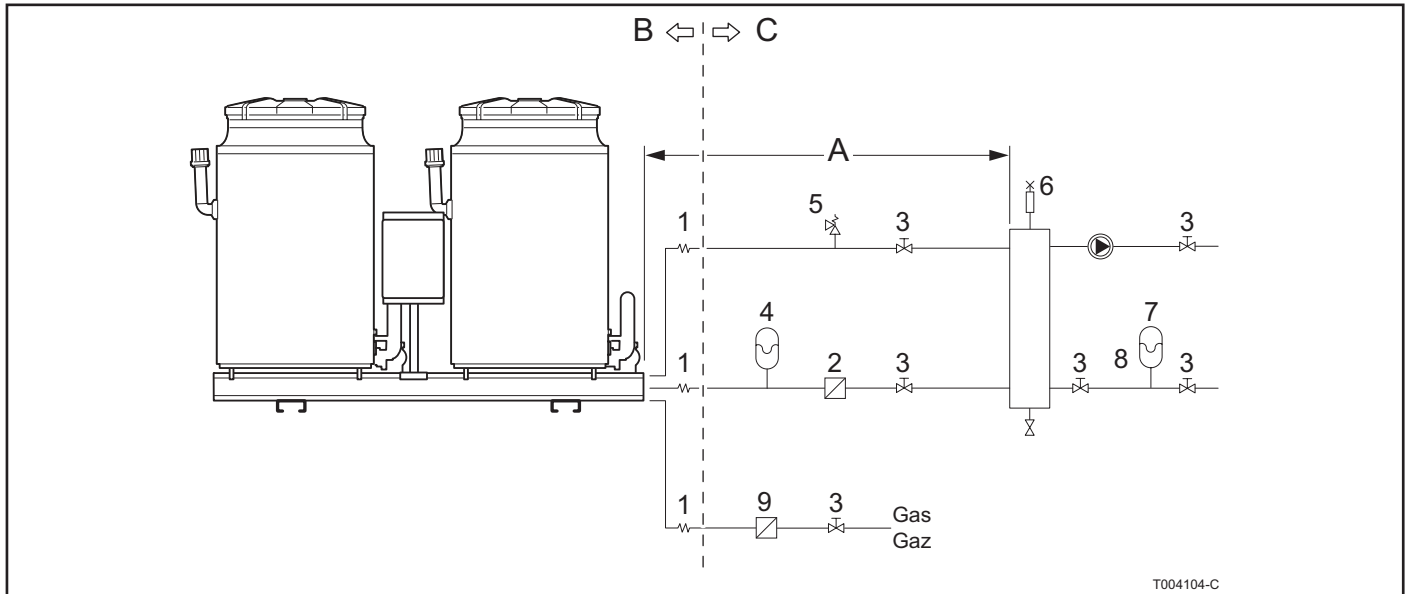
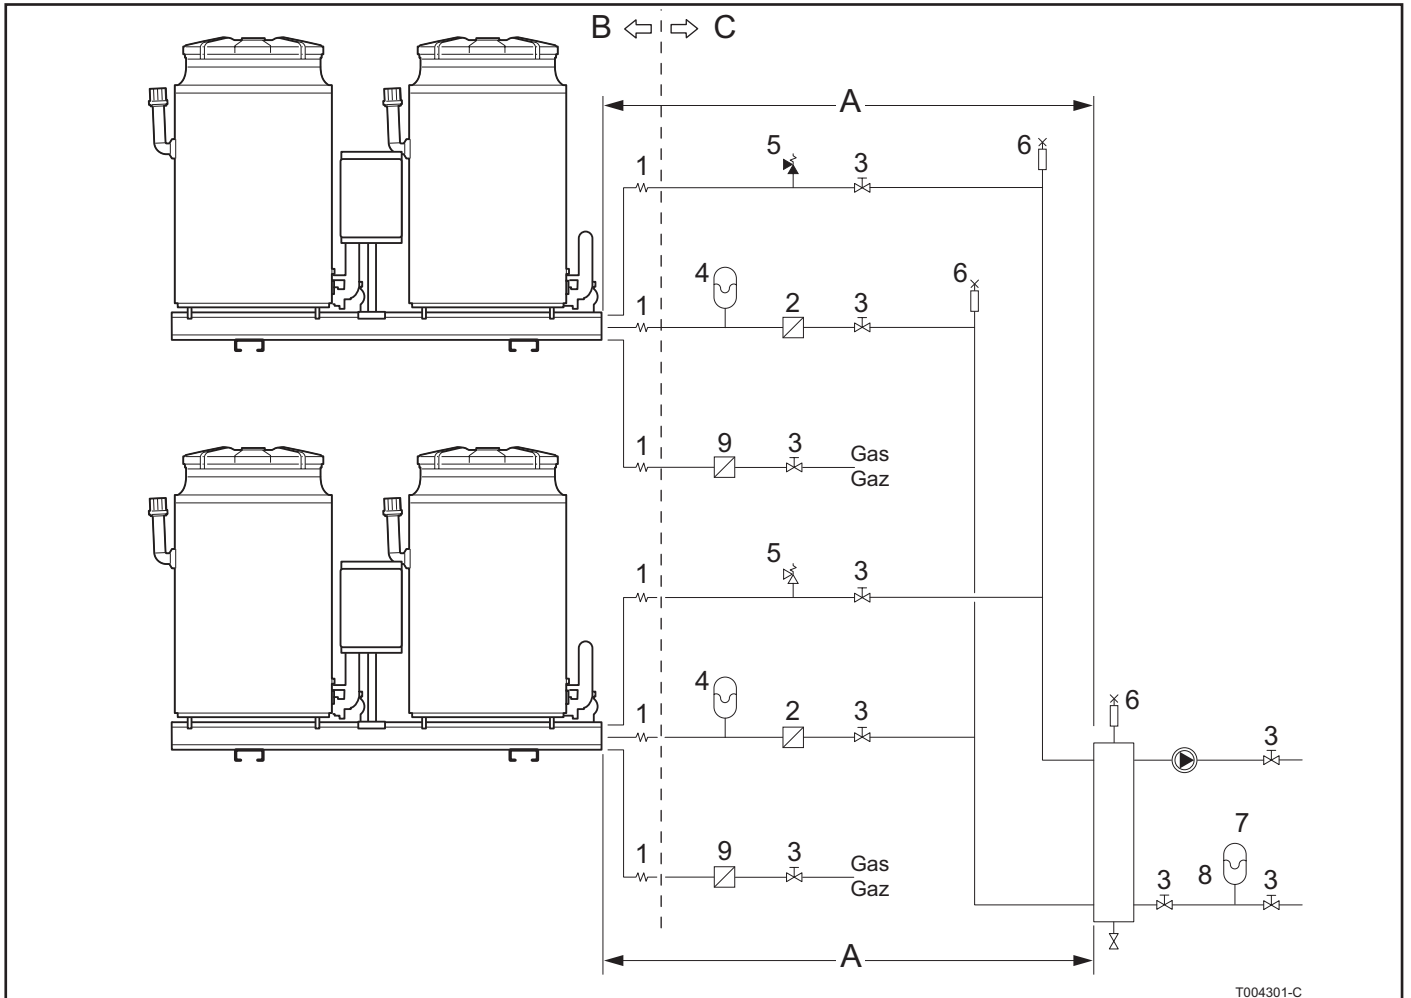

Fig. 17 Hydraulikanschluss von einem Gestell
Fig. 18 Hydraulikanschluss von zwei Gestellen
(2) Für Einzelheiten siehe Fig. 17 und Fig. 18
Fig. 17 und Fig. 18 zeigen die erforderlichen Hydraulikarmaturen, um eine oder mehrere Wärmepumpen aneinander zu koppeln.